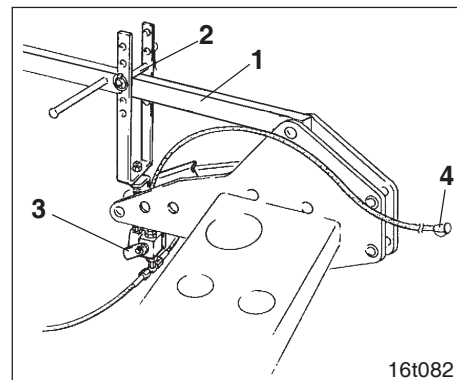

Fig. 13.8
Wird die Sämaschine vom Hubrahmen angehoben, drückt der Oberlenker (Fig. 13.8/1) gegen den Bolzen (Fig. 13.8/2) und schließt das Ventil (Fig. 13.8/3), das den Ölstrom zu den Zylindern unterbricht.
2. Zum Straßentransport muß der Bolzen (Fig. 13.8/2) entfernt wer-